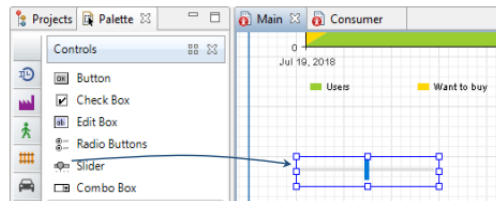

Рисунок 8.11 – Основна діаграма
12. Поверніться до головної діаграми. Відкрийте палітру елементів керування та перетягніть два повзунки на діаграму під діаграмою. Згодом ми зв'яжемо повзунки з нашими двома параметрами (рис. 8.11).